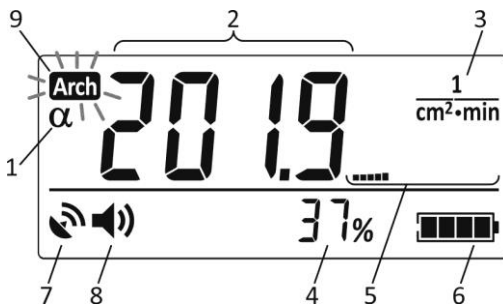

Рисунок 2.23 – РКІ дозиметра
2.3.6.7.2.3 У цьому режимі на РКІ дозиметра відображаються (рис. 2.23):
- символ «α» (1) – тип випромінювання, що вимірюється;
- результат вимірювання (2);
- розмірність результату вимірювання (3);
- розрахункові границі очікуваних відносних статистичних відхилів (5) результату вимірювання (4) при довірчій імовірності 0,95, далі – розрахункові границі статистичних відхилів;
- індикатор миттєвого значення (5).
- символ стану акумулятора (6);
- символ стану навігаційного приймача (7);
- символ стану озвучування зареєстрованих гамма-квантів, частинок альфа-, бета-випромінювання (8);
- ознака (9) критичного заповнення енергонезалежної пам'яті дозиметра, в якій зберігається історія накопичення АЕД (2.3.4 цієї НЕ).